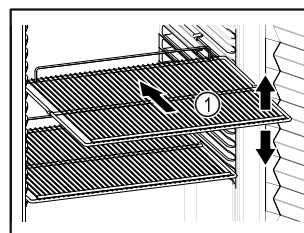

Fig. 82 Representación a modo de ejemplo
- ❑ Si los estantes de rejilla *Fig. 82 (1)* se pueden colocar en distintas posiciones, ajustarlos en altura.